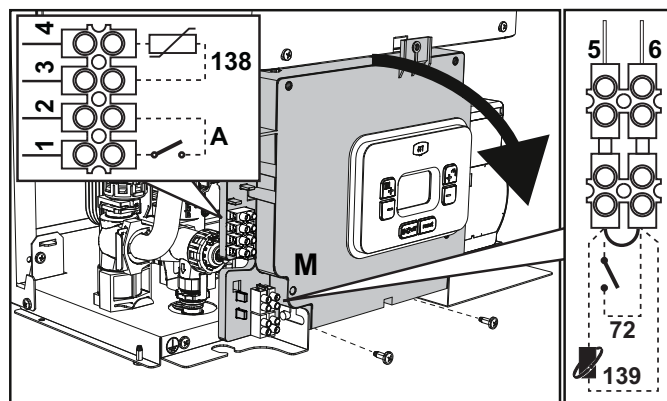
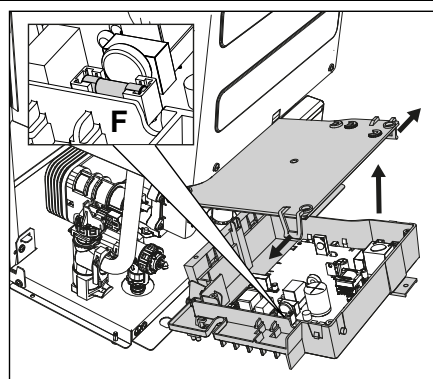

fig. 18
fig. 19
După ce ați scos panoul frontal (*** 'Deschiderea panoului frontal' on page 67 ***) veți putea avea acces la panoul de borne (M) și la siguranța (F) urmând indicațiile descrise în continuare (fig. 18 și fig. 19). **Bornele indicate în fig. 18 trebuie să aibă contactele curate (nu 230 V).** Disponerea bornelor pentru diferitele conexiuni este indicată și în diagrama electrică din fig. 54.
Configurarea întrerupătorului ON/OFF (A fig. 18)